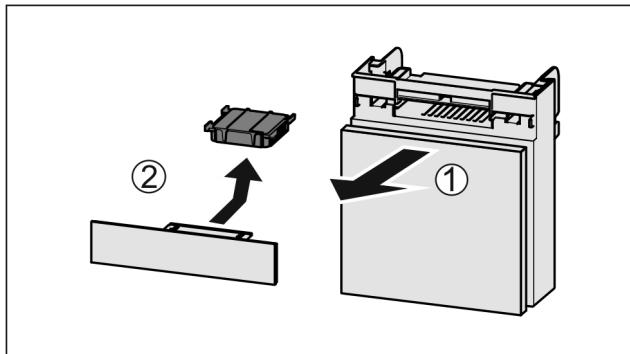

Fig. 151
- ▶ Издърпайте Fig. 151 (1) напред отделението.
- ▶ Извадете Fig. 151 (2) филтъра с активен въглен.